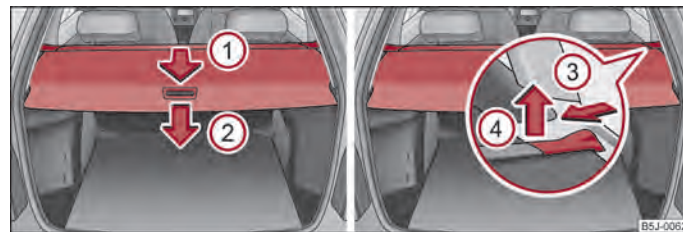

Fig. 49 Maletero: Cubierta del maletero enrollable/quitar la cubierta del maletero enrollable ▶
- Tire de la cubierta enrollable del maletero en el sentido de la flecha ① hasta el tope en posición asegurada ⇒ fig. 49.
- Para el transporte de equipaje voluminoso se puede desmontar la cubierta enrollable del maletero, presionándola para ello en el lado de la barra transversal en dirección de la flecha ③ y retirando la cubierta en dirección de la flecha ④ ⇒ fig. 49.